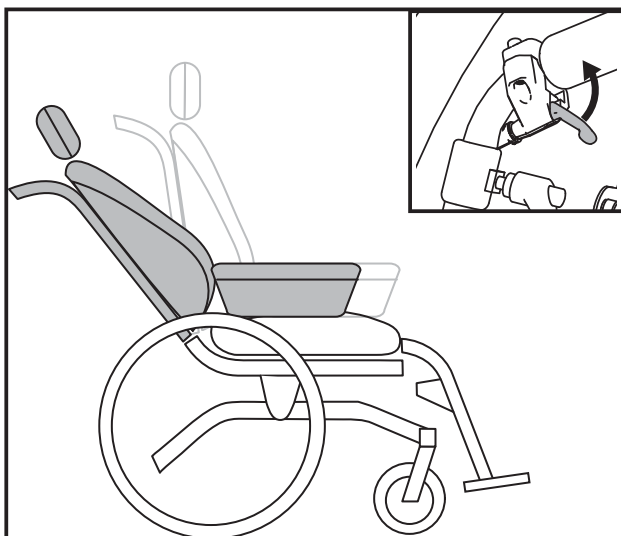

Abbildung 10
- Stellen Sie den Winkel der Rückenlehne mit dem linken Einstellhebel (9A) ein (siehe Abbildung 10).